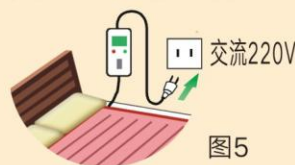

图5
5、睡前提前30分钟左右预热。接通电源后，控制器必须暴露在外，禁止覆盖。使用电热毯时不能离人。用户外出（包括使用中途需要较长时间离开）或不使用电热毯时，应拔掉电热毯电源插头。安全保护调温型电热毯预热时间不要超过2小时。图5